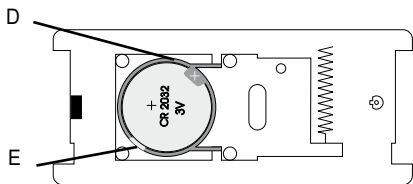

Bild 2: Batterifack samtalsknapp
- d) Batteriet (knappcells batteri CR2032) kan nu sättas in i plasthållaren på kretskortet (Bild 2 D).
- e) Om du vill byta ett batteri, ta bort det gamla med en liten platt skruvmejsel ur dess plasthållare genom att försiktigt lyfta vid hörnen (bild 2 E). Sedan kan du lägga i ett nytt batteri. Beakta batteriets rätta polaritet.